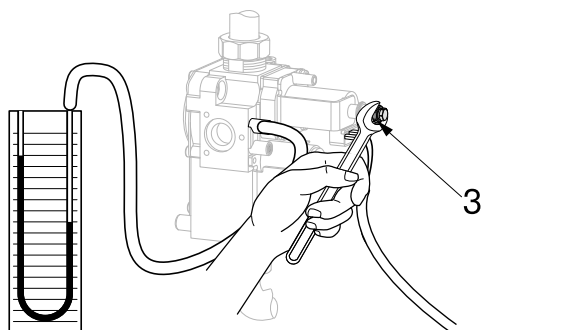

Рис. 17
- с помощью плоского ключа на 8 поворачивайте гайку **3** (рис. 17), удерживая винт **4**, и доведите значение давления до величины, указанной в таблице «**Максимальная мощность**».